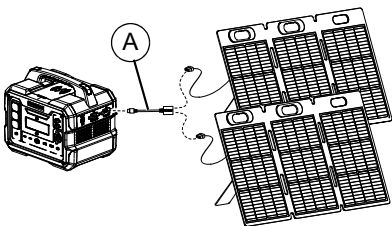

Figura 1-3. Conexión en paralelo del panel solar
NOTA: Consulte la **Figura 1-3**. Se pueden conectar varios paneles solares, hasta cuatro (4), en paralelo con el cable paralelo (A) que se incluye.